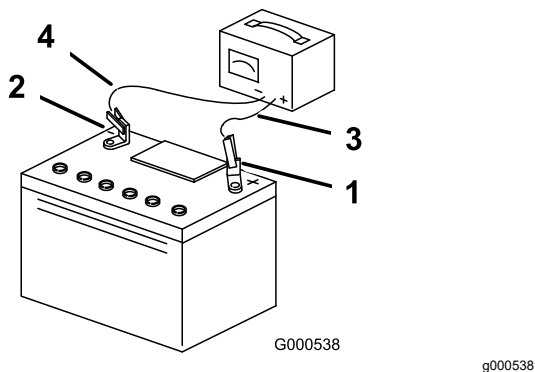

Figura 82
5. Cuando la batería esté completamente cargada, desconecte el cargador del suministro eléctrico, y desconecte los cables del cargador de los bornes de la batería (Figura 82).